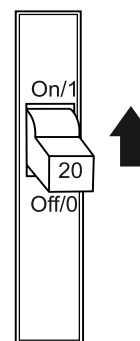

Figure 68. Disjoncteur GFCI
2. Placez le disjoncteur GFCI (Figure 68) en position **ON**.